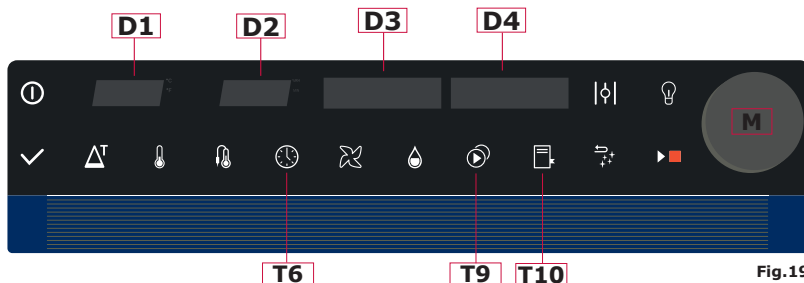

Fig.19
3. Presionar simultáneamente el pomo **M** y el botón **T10** (Fig.19).
3. Presionar simultáneamente el pomo **M** y el botón **T9 (Fig.19)**
Para realizar esta operación es suficiente mantener presionado el botón **T6 (Fig.19)** y seguir las indicaciones de las pantallas D3 y D4, girando el pomo M en sentido horario o antihorario y confirmando los datos seleccionados presionando el pomo mismo.